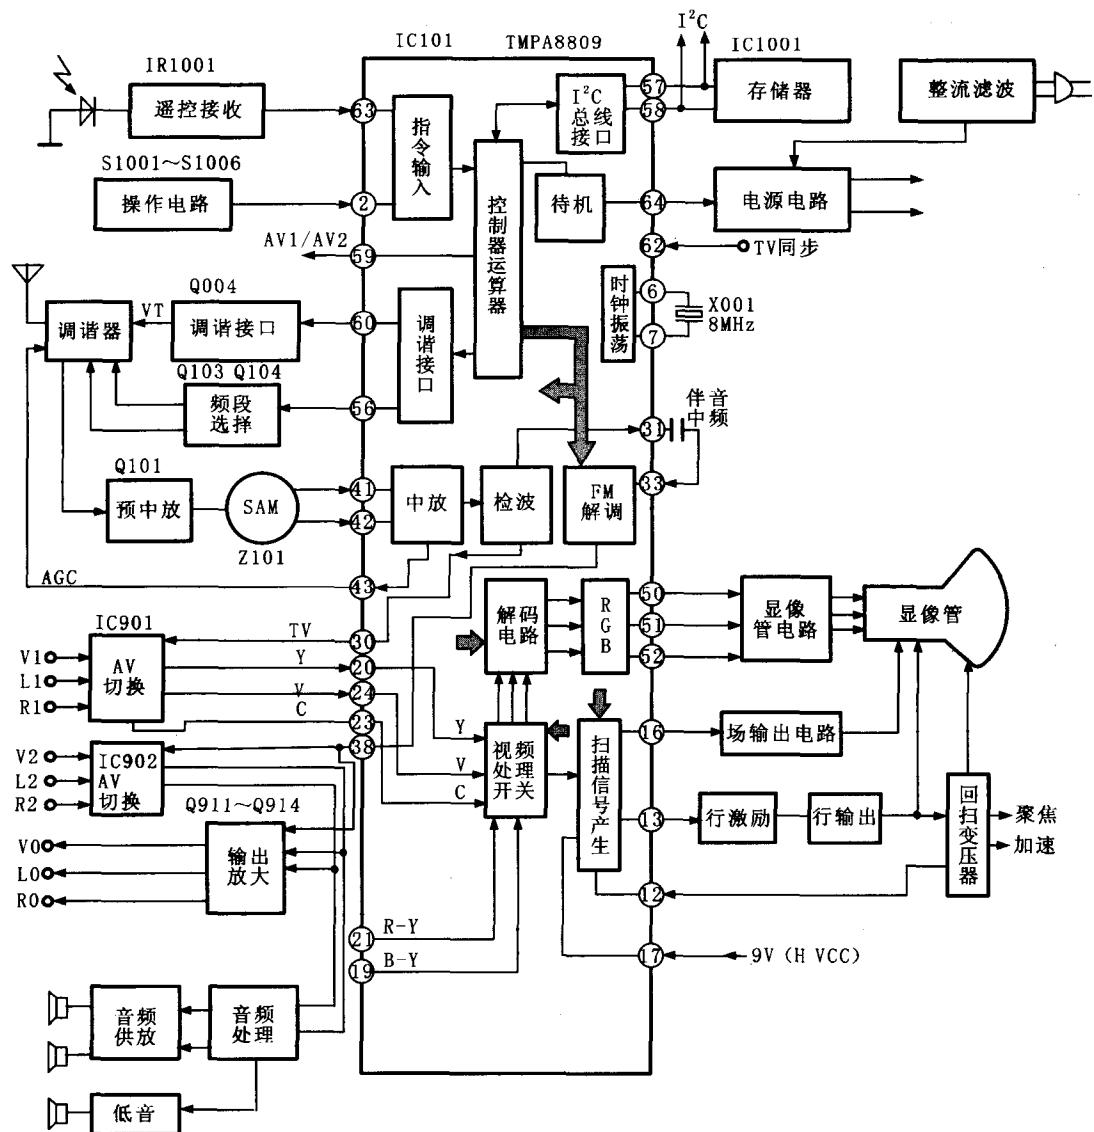

图 1-2 TCL-AT29211 彩色电视机整机方框图
图 1-2 是该机的电路方框图。从图可见，IC101 是主要的信号处理电路，中放、检波、伴音解调、视频解码电路、扫描信号产生电路以及微处理器电路都集成在这个大规集成芯片之中。在接收电视节目时，天线信号送入调谐器中，调谐器输出的中频信号（IF）经预中放 Q101、声表波滤波器（SAW）Z101，将提取的中频载波由④、②脚送入 IC101 中，在 IC101 中经中放和检波将视频图像信号和第二伴音信号取出。视频图像信号由⑩脚输出送到 AV 切换电路。第二伴音中频由 IC101③脚输出经耦合电容后，再从③脚送入 IC101，在其中进行 FM 鉴频，解出伴音音频信号。音频信号由⑧脚输出，也送到 AV 切换电路 IC902 中。